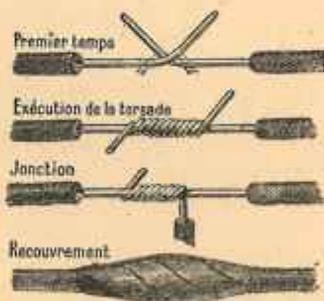

FIG. 77. — Épissures.
3° *Rupture des fils.* C'est un accident assez rare. On rétablit le contact au moyen d'une épissure (après avoir supprimé la tension). C'est aussi par une épissure qu'on ajoute une nouvelle dérivation à une installation déjà existante. On distingue les épissures *en bout* et les épissures *en dérivation* (fig. 77) : les techniques schématisées par ces figures sont valables aussi bien pour les câbles souples que pour les fils (1). Lorsqu'on est conduit à couper des fils qui font partie d'une installation, il ne faut jamais les couper ensemble : si ces fils étaient sous tension (2), les bords de la pince coupante provoqueraient un court-circuit franc ;